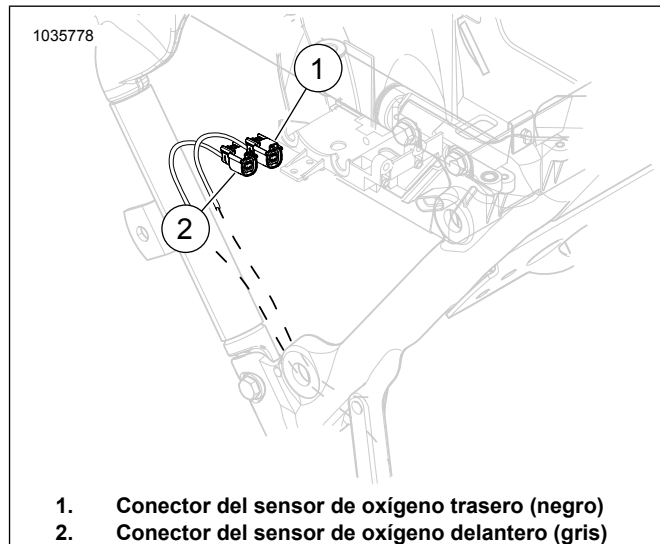

Figura 1. Ubicación del sensor de oxígeno delantero y trasero
6. Ver Figura 1 . Desenchufe los conectores del sensor de oxígeno delantero y trasero (1, 2).